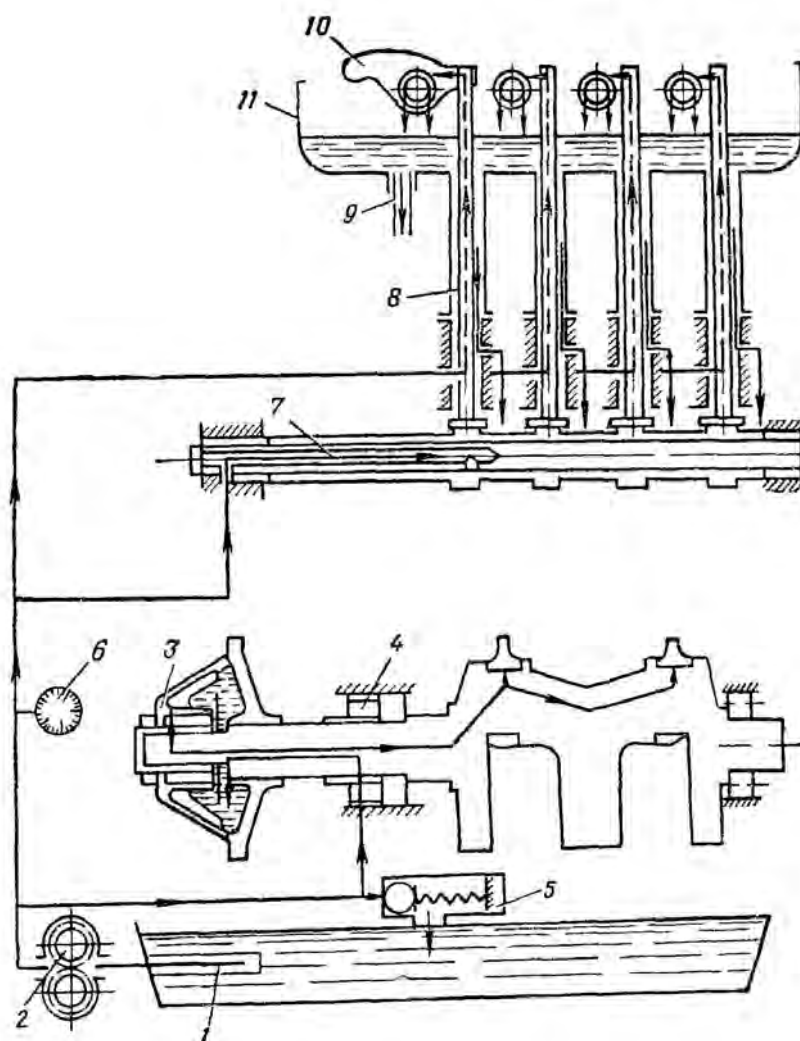

Рис. 17. Схема системы смазки двигателя УД-25Г:
**Система смазки двигателя.** Масло из картера (рис. 17) через сетчатый маслоприемник 1 поступает в шестеренчатый маслонасос 2. После маслонасоса часть масла проходит по каналам в картере и опоре переднего подшипника в подшипник 4 и далее по отверстию в коленчатом валу в центрифугу 3. Из центрифуги очищенное масло по центральной трубке и наклонным сверлениям в